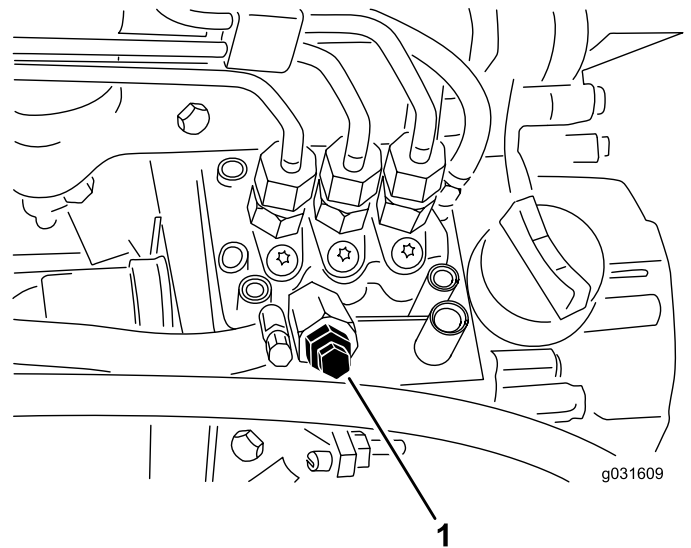

Figure 51
4. Desserrez la vis de purge sur la pompe d'injection (Figure 51).